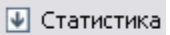

Рис. 21.202
6. Нажмите на кнопку **Заккрыть**. В окне **Анализ БД ЭД** появятся результаты анализа (Рис. 21.202).